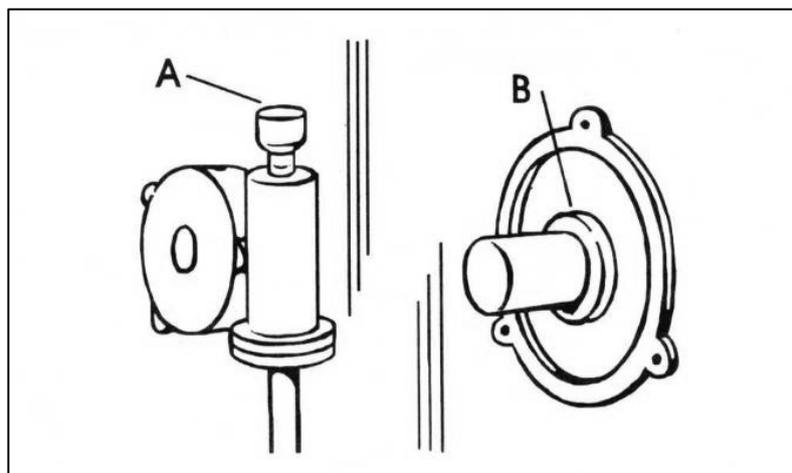

Figura 2
**Cada 50 o 100 horas de uso es conveniente lubricar** el reductor superior, completando la aceitera "A" con aceite SAE-30, y el buje soporte del eje central por el orificio "B" destinado a tal fin según la siguiente imagen. (Figura 2)